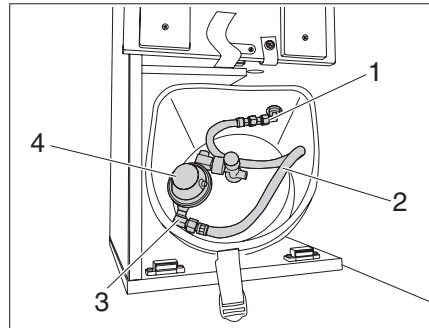

Fig. 58 Goma del gas con regulador de presión de gas
- Utilice exclusivamente el regulador de presión de gas especial (Fig. 58,4) con válvula de seguridad para la aplicación en vehículos (incluido en la condición de entrega del nuevo vehículo). Otros reguladores de presión de gas no están permitidos.
- ▶ Enrosque el codo (Fig. 58,3) a la goma del gas (Fig. 58,2).
- ▶ Enrosque el regulador de presión de gas (Fig. 58,4) al codo.
- ▶ Enrosque la goma del gas (Fig. 58,2) con regulador de presión de gas al racor (Fig. 58,1).